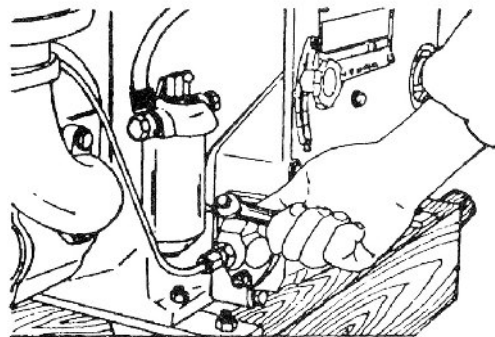

Fig. 4 Soltar o parafuso de retorno na bomba de injeção de combustível para deixar sair o ar, se houver
2.4- Soltar o parafuso de retorno na bomba de injeção de combustível ou soltar a conexão de combustível dos tubos, de modo que o ar, se houver, na tubulação do combustível pode sair. Quando for observado que o combustível está sem bolhas de ar, reapertar o parafuso de retorno ou as conexões (Fig. 4).